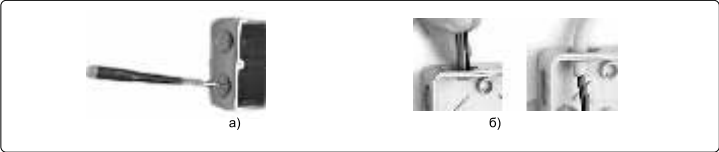

Рисунок 3. Ввод кабеля внутрь корпуса
- Проклороть резиновые заглушки Рg16 на защитном корпусе шилом или тонкой отверткой (см. рис. 3 а).
- Использовать отдельное отверстие (кабельный ввод) для подключения каждого провода (см. рис. 3 б).
- Нажать и удержат кнопку ПРОГРАММИРОВАНИЯ (см. рис. 3) в отсутствие подаваемых команд с выключателя или мини-пульта.